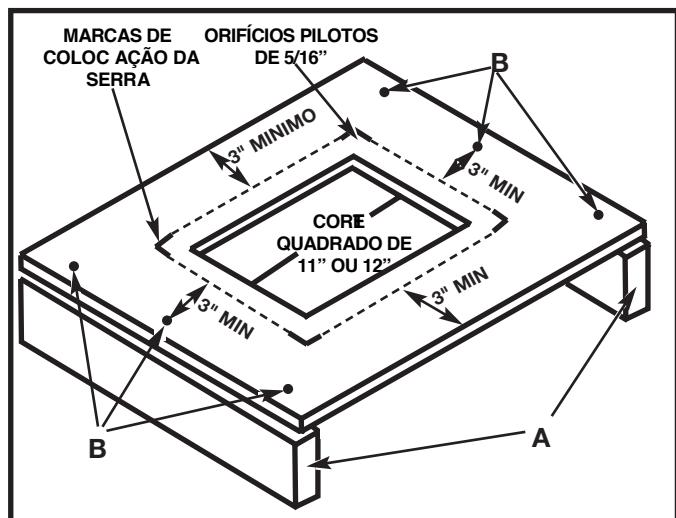

Fig. 4B
Você também pode construir um suporte elevado simples como demonstrado na Fig. 4B.
Enquadre a serra na superfície de suporte e marque o local para fazer os quatro orifícios de 5/16 de polegada (Fig. 4B), usando uma furadeira.
Coloque a serra de lado e faça os orifícios nestas marcas. Localize e marque um quadrado de 11" ou 12" centralizado entre os quatro orifícios de montagem. Corte e retire o quadrado. (Fig. 4B).
Para elevar a superfície de suporte, meça dois 2x4s. (A) Fig. 4B para a largura dos dois lados opostos da superfície de suporte. Fixe a superfície de suporte às extremidades estreitas dos 2X4s (conforme Fig. 4B) usando parafusos para madeira (não fornecidos) em pelo menos três locais (B) Fig. 4B em cada lado